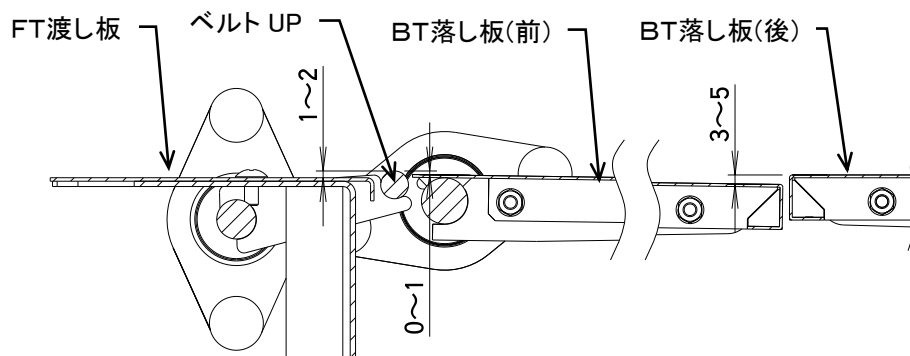

図8-11
- ・ BT落とし板(後)は水平に、BT落とし板(前)は先端がBT落とし板(後)より3～5mm程度下がった状態になるよう調整してください。(図8-11)
- ・ 次にベルトUPをBT落とし板(前)に対し0～1mm程度上がるよう調整してください。(図8-11)